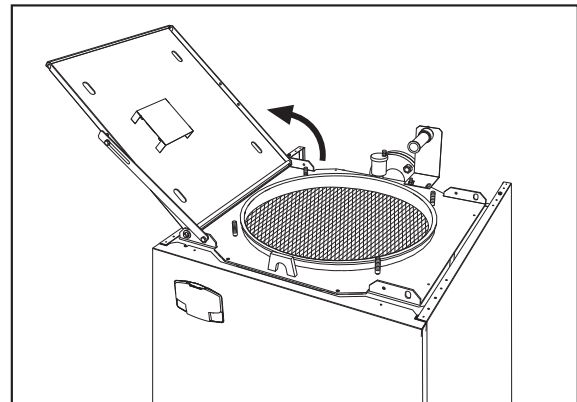

fig. 44
5. Open the burner door (fig. 44).